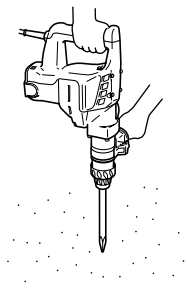

Fig. 4
2. Comment buriner ou démanteler (Fig. 4)